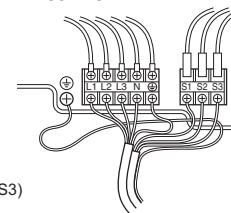

Fig. 6-2
6.1. Appareil extérieur (Fig. 6-1, Fig. 6-2)
- ① Retirer le panneau de service.